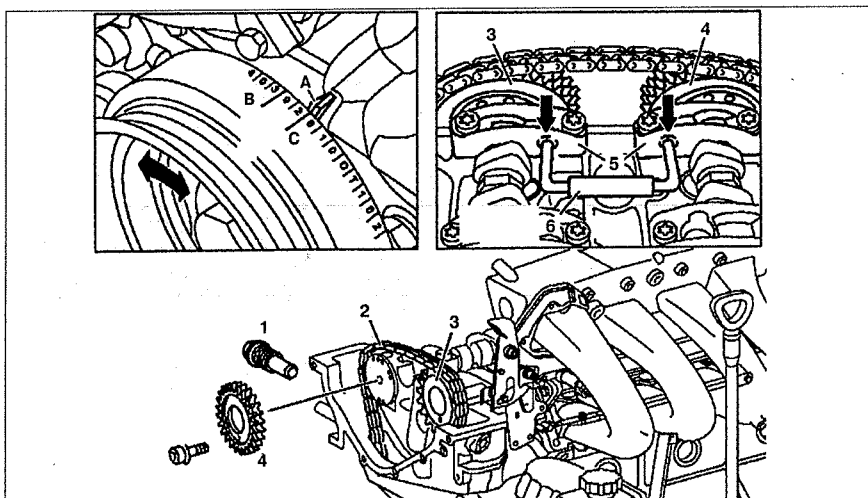

Рис. 2.27. Регулировка положения распределительных валов:
7. Снимите натяжитель цепи 1 (см. рис.2.27).